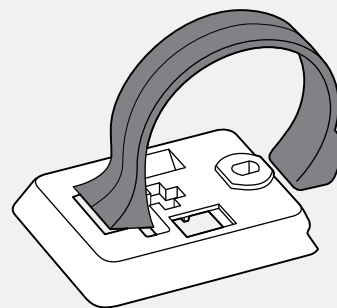

Figura 12. Abroche en la parte trasera de la base del ciclómetro.
2. Introduzca la abrazadera de manillar adecuada en la base del ciclómetro (figura 12).